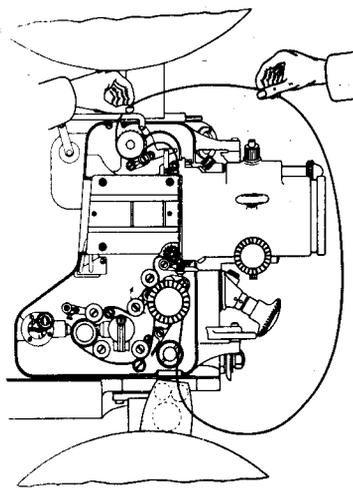

Fig. 12
- Eine neue 2 m lange endlose Filmschleife in der in Fig. 12 angegebenen Weise in den Projektor einlegen und sie etwa 50mal umlaufen lassen.